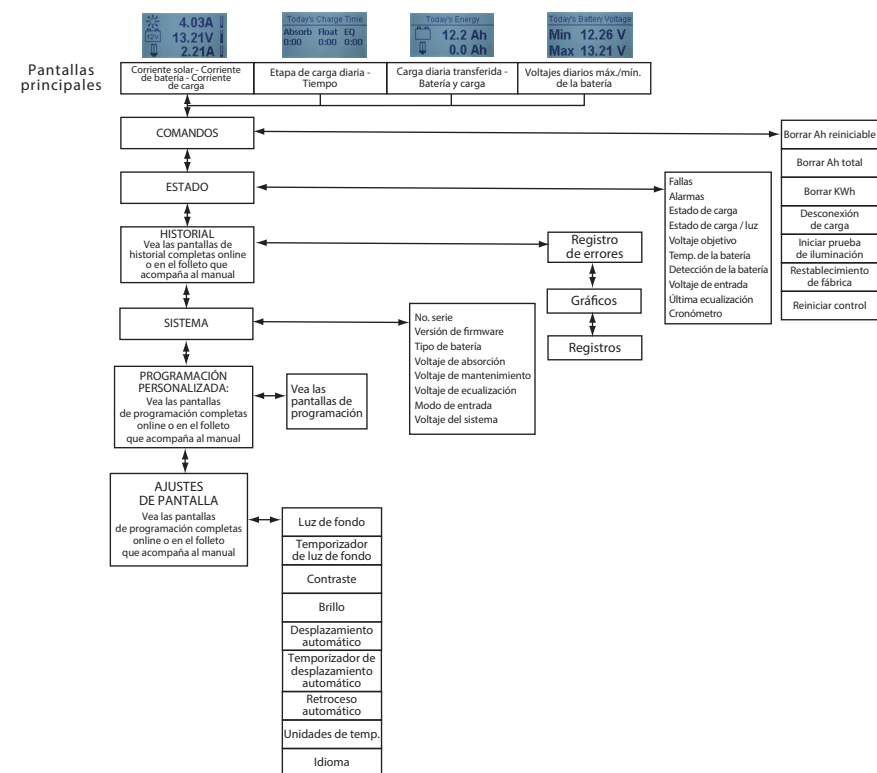

Figura 4-2. Mapa de medición simplificado.
- Amplio ajuste e información sobre la configuración, tal como se muestra parcialmente en la figura 4-2 que se encuentra a continuación.
Las opciones de ajuste de la pantalla, como se muestra en la figura 4-2, se pueden seleccionar mediante las teclas de dirección para localizar y editar un ajuste o variable deseados.